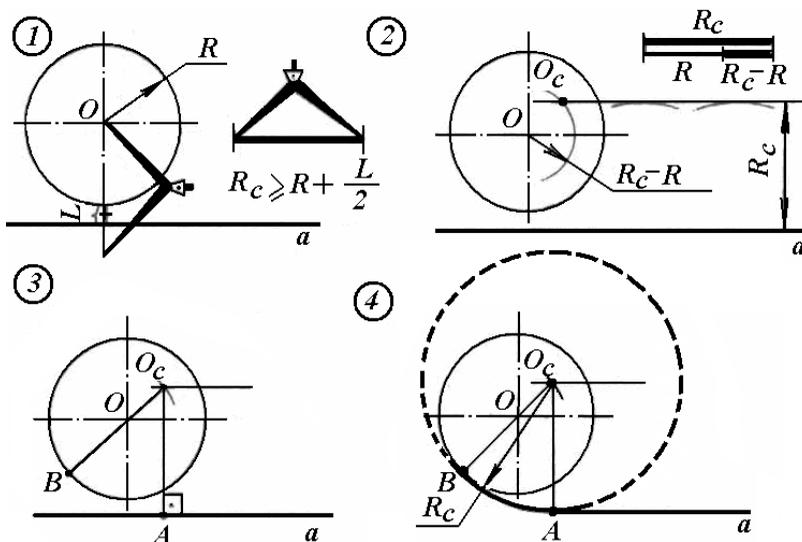

Рис. 51.
I) Даны окружность радиусом R и прямая a (рис. 51). Радиус сопряжения выбираем из условия $R_c \geq R + \frac{L}{2}$.